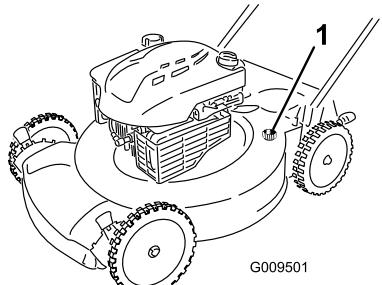

Рисунок 28
4. Присоедините садовый шланг, подключенный к источнику воды, к отверстию для промывки в корпусе газонокосилки (Рисунок 28).